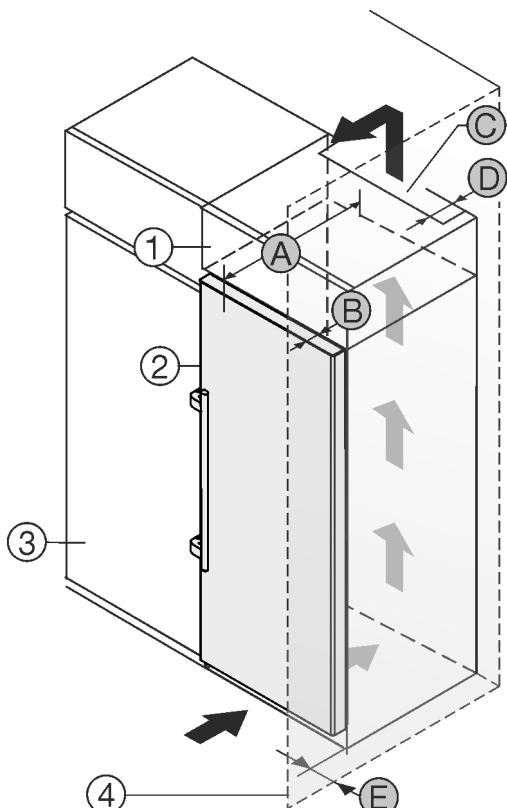

Fig. 2
Zariadenie môžete inštalovať priamo vedľa kuchynskej skrine Fig. 2 (3).*
Na zadnej strane nadstavnej skrine musí byť vetracia šachta s hlbkou Fig. 2 (D) cez celú šírku nadstavnej skrine.*
Pod stropom miestnosti sa musí dodržať prierez vetracieho otvoru Fig. 2 (C).*
Ak zariadenie nainštalujete so závesmi vedľa steny Fig. 2 (4), tak vzdialenosť medzi zariadením a stenou musí byť minimálne 57 mm . To zodpovedá presahu držadla pri otvorených dverách.*
Aby ste mohli dvere úplne otvoriť, zariadenie musí vyčnievať o hlbku dverí Fig. 2 (B) prednej časti kuchynskej skrine. V závislosti od hlbky kuchynských skriň Fig. 2 (3) a použitia dištančných držiakov na stenu môže zariadenie prečnievať ešte viac.*